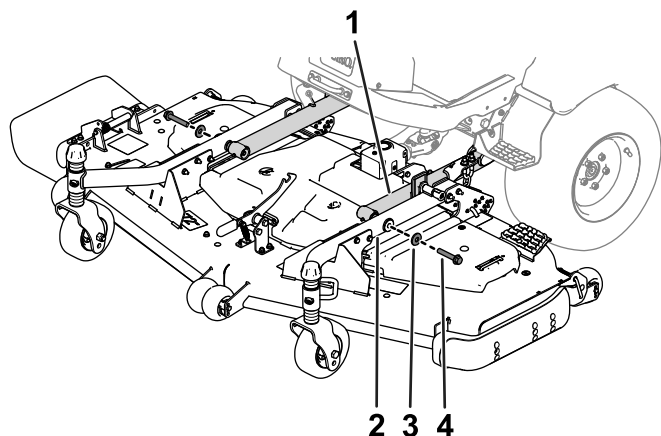

Figura 4
7. Utilize dois parafusos de cabeça sextavada e duas anilhas para prender os braços da roda giratória aos braços de elevação (Figura 4).